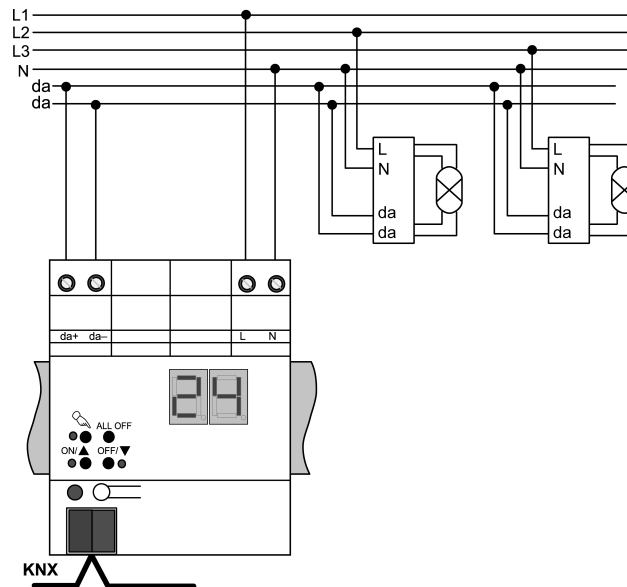

Figure 2
- Raccorder l'appareil selon l'exemple de raccordement (Figure 2).